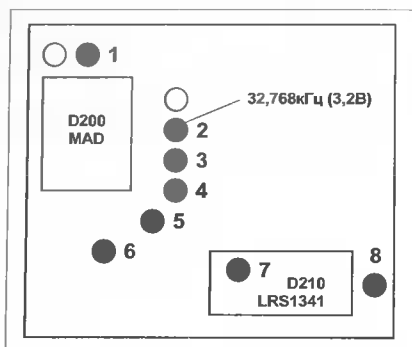

Рис. 6
1. Сигнал сброса PURX (см. КТ-3 на рис. 6).
2. Сигнал SLEEPCLK частотой 32,768 кГц (КТ2 на рис. 6). Размах – 3,2 В.
4. Сигнал обращения к флэш-памяти ROMSELT: активный уровень — низкий, пассивный — 2,8 В, проверяется в КТ6 (рис. 6).
ся микросхемой D200, проверяется в КТ7 (рис. 6).
6. Двухнаправленная шина данных между D200 и D210 (ОЗУ) D0: активный уровень — 2,8 В, пассивный — 0 В, проверяется в КТ8 (рис. 6).
7. Сигнал частотой 13 МГц (COBVA CLK). Его формирует D200, сигнал поступает на микросхему N250 (COBVA), проверяется в КТ1 (рис. 6).
8. Сигнал разрешения генерации частоты 26 МГц VXOEN: активным является высокий уровень (2,8 В). Сигнал формируется микросхемой D200 и передается в N100 (CCONT), проверяется в КТ5 (рис. 6).